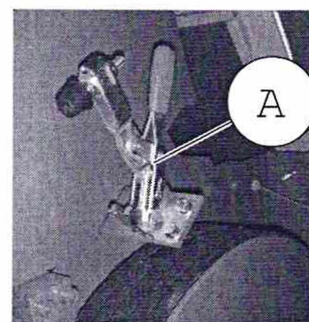

РИС.7
- Блокировать ротор камеры резки, используя для этого специальный рычаг (А) (Рис.7).